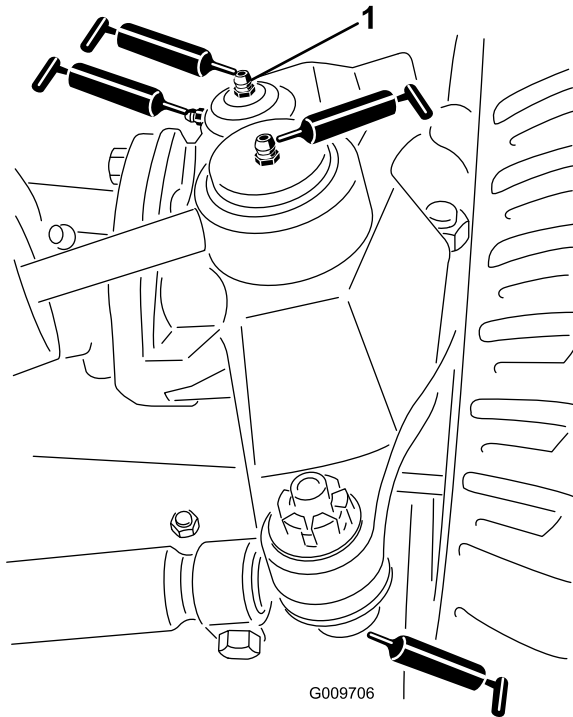

Bild 51
- Lenkzylinder-Kugelgelenke (2) (Bild 51)
- Zugstange-Kugelgelenke (2) (Bild 51)
- Achsschenkelbolzen (2) (Bild 51) **Fetten Sie die obere Armatur am Achsschenkelbolzen nur einmal jährlich (2 Pumpen).**